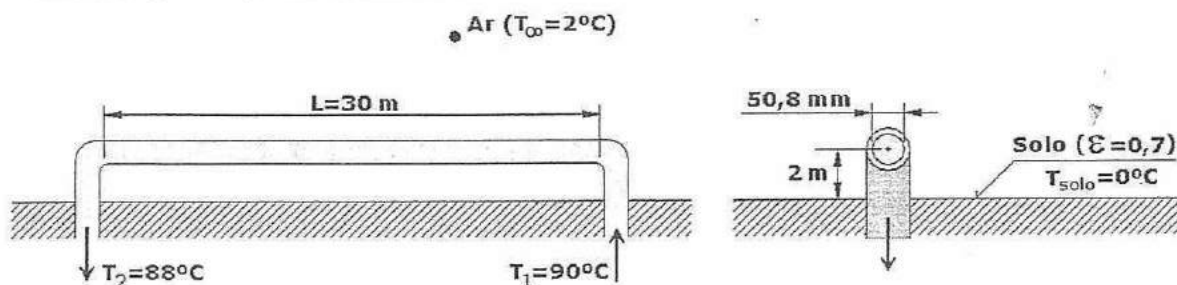

Figura 3
2. Considere um sistema de abastecimento de água à superfície, como se apresenta na figura 3. O tubo de aço horizontal eleva-se dois metros acima do solo, tem um diâmetro interior de 2" (50,8mm), uma espessura de 2 mm, e um comprimento de 30 m. A água sai do solo com uma temperatura de 90°C, uma velocidade de 0,3 m/s e a sua temperatura não deve variar mais do que 2°C, entre a entrada e a saída do tubo.